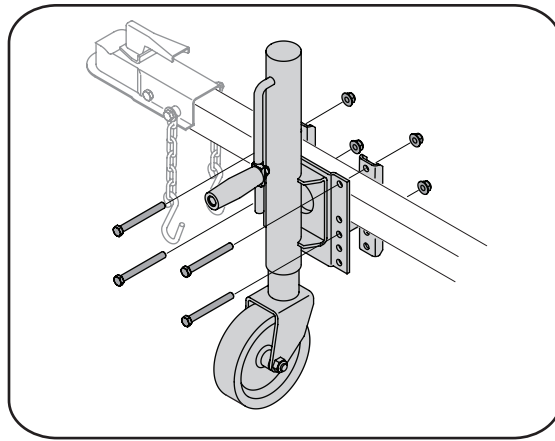

Figura 3-1
2. Colocar el soporte de gato ajustable a mitad de camino entre soporte de apoyo/pestillo de viga y final de la lengüa. Ver la Figura 3-1.